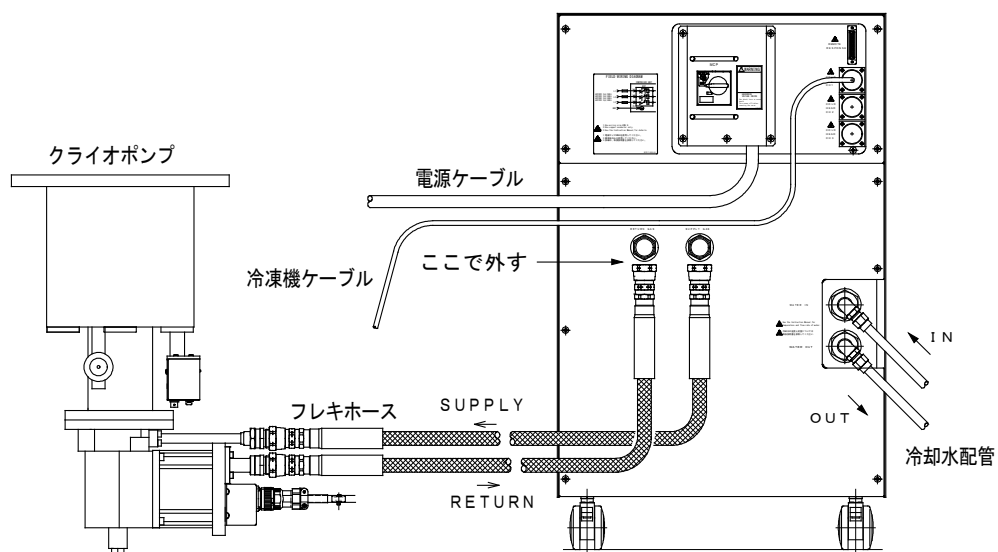

図 8-2 フレキホースの切り離し
3. 停止したらずぐに、コンプレッサユニット側のSUPPLY、RETURNのフレキホースをはずしてください（図8-2）。